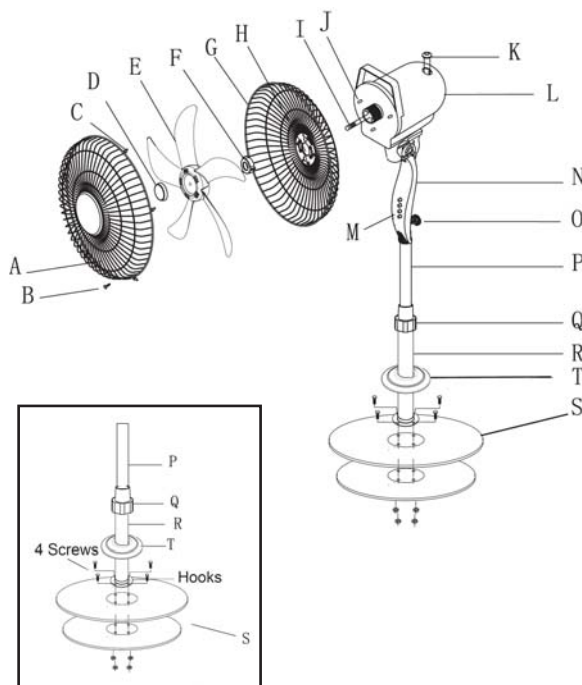

Figura 2
- 1- Afloje y retire los cuatro tornillos de las patas que forman la base (S).
- 2- Cruce las dos patas de la base (S) y alíñe los cuatro agujeros con los de la base del tubo exterior. - Ver Figura 2.
- 3- Asegure las patas de la base (S) con los cuatro tornillos. - Ver Figura 2.
- 4- Deslice la tapa de la base (T) hacia abajo para cubrir los tornillos. - Ver Figura 2.
- 5- Tire hacia arriba el tubo interno (P) del tubo exterior (R) y mantenga apretando el tornillo de ajuste de altura (Q).
- 6- Coloque el cuerpo del ventilador (N) en el tubo interior (P) y apriete firmemente la tuerca del cuerpo (O).
- 7- Libere (en sentido contrario a las agujas del reloj) la protección trasera de la tuerca de seguridad (F) del eje (I) de la unidad de motor (L).
- 8- Montar la rejilla trasera (G) en la placa frontal del motor (J), haciendo coincidir los agujeros de la rejilla (H) en las 3 clavijas redondas de posición de la placa frontal del motor (J).
- 10- Asegure la rejilla (G) a la unidad de motor (L) con la tuerca de seguridad trasera (F).
- 11- Inserte las aspas del ventilador (E) en el eje del motor (I). Asegúrese de que el eje (I) coincida con la ranura de las aspas del ventilador (E). Presione con firmeza las aspas del ventilador en dirección al motor, asegure las aspas del ventilador con la tapa (D), girando hacia la izquierda para apretar.
- 12- Pruebe el funcionamiento de las aspas del ventilador girando con la mano. No debe haber fricción con la tuerca de seguridad trasera (F). Si las aspas no giran libremente, desarmar y repetir el procedimiento.
- 13- Coloque la rejilla protectora delantera (A) a la rejilla trasera (G) sujete el gancho en la parte superior de la rejilla frontal (A).
- 14- Trabe la rejilla frontal (A) y la rejilla trasera (G) por los clips (C) de la rejilla frontal (A).